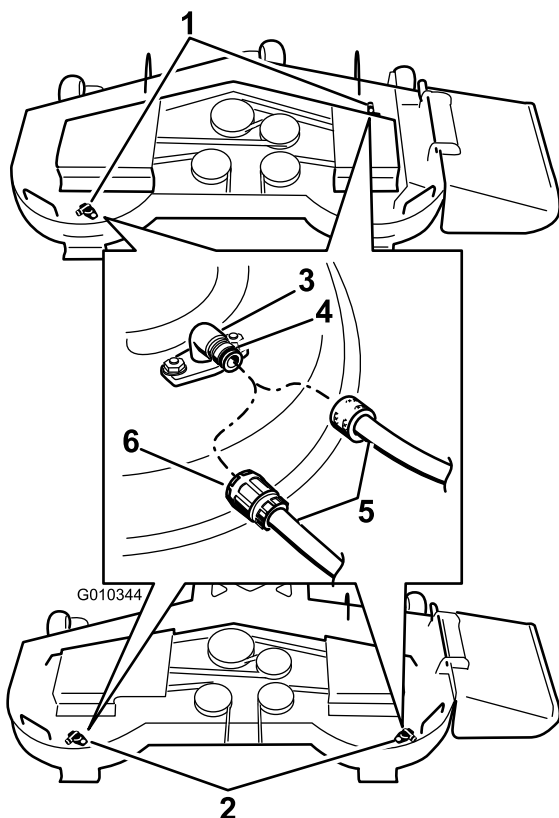

Figure 79
3. Branchez le raccord du tuyau au raccord de lavage du plateau de coupe et ouvrez l'eau en grand (Figure 79).